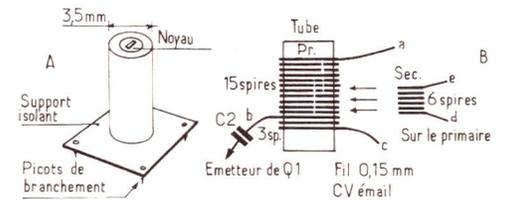

Figure 2
Voici à la **figure 2 (A)** quelques indications sur la constitution du bobinage réalisée sur le tube isolant à noyau, mentionné précédemment.
Le tube a un diamètre extérieur de 3,5 mm environ; on effectuera le bobinage comme indiqué en détail en (B) sur la figure 2.
On voit en (A) **figure 2**, que le tube est monté sur une plaquette carrée à picots pour le branchement des points a, c, d, e du bobinage.